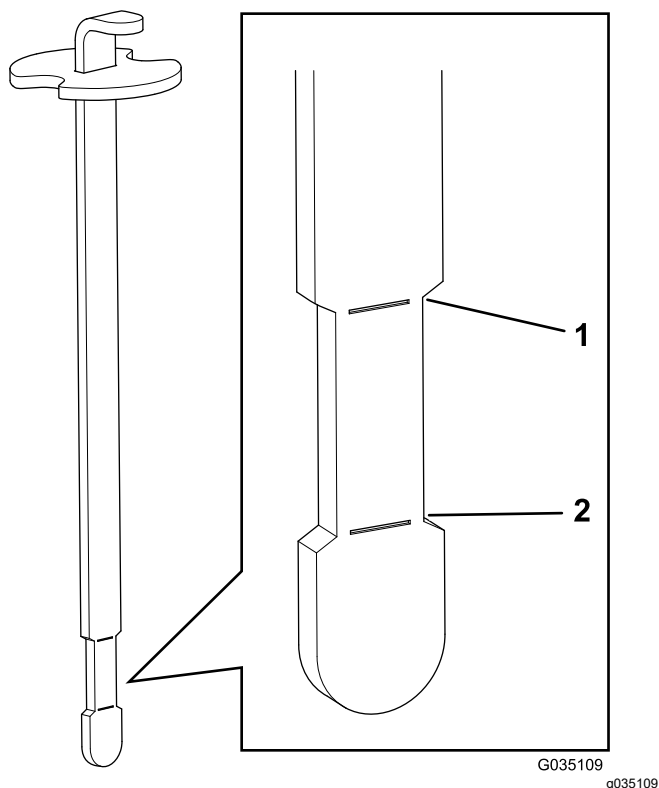

Рисунок 44
6. Вставьте щуп в заливную горловину; затем извлеките его и проверьте уровень жидкости (Рисунок 44).